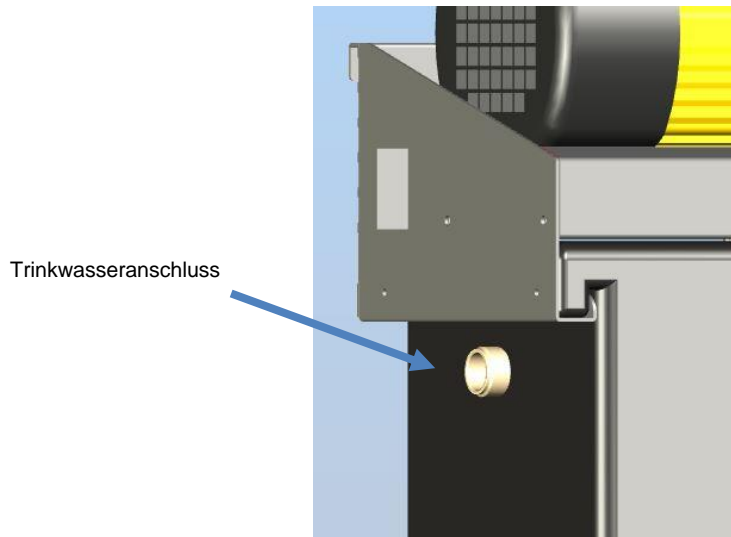

Abbildung 7: Anschluss der Trinkwassernachspeisung
Die Trinkwasserleitung mit dem Trinkwasseranschluss (siehe Abbildung 7) auf der rechten oberen Seite des *Sicherheitstrennstation* verbinden und eindichten.
1. Trinkwasseranschluss mittels der 2-teiligen Verschraubung dicht und fest mit dem Schwimmerventil verbinden, siehe Abbildung 7.